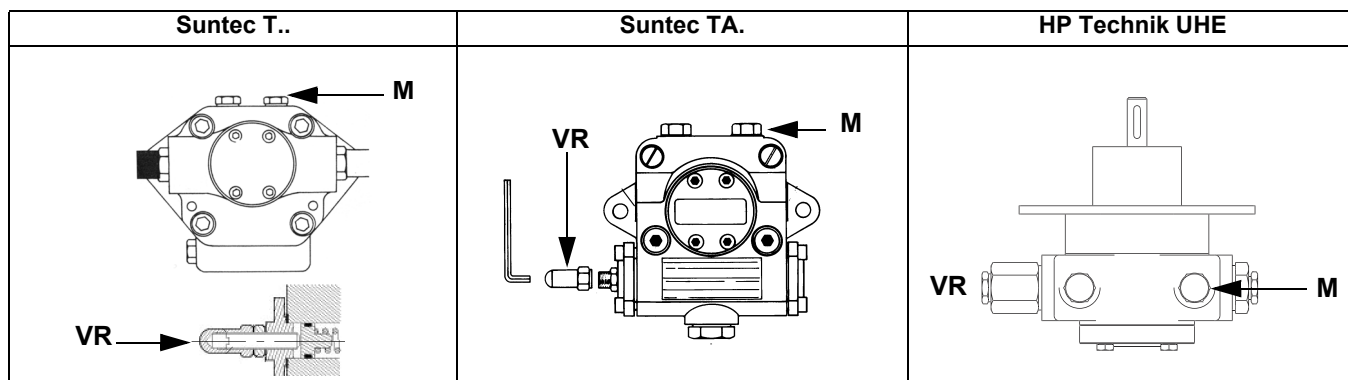
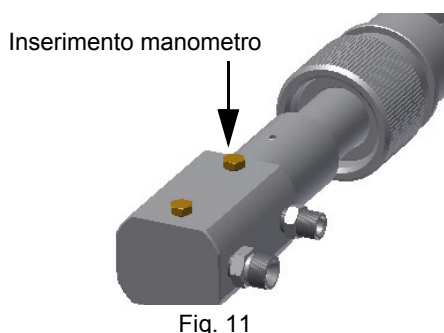

Fig. 10
Fig. 11
- 3 sfiatare l'aria dall'attacco (**M**) manometro della pompa (Fig. 10), allentando leggermente il tappo, senza toglierlo; quindi rilasciare il contattore.
- 5 Solo se necessario, regolare la pressione di alimentazione (vedi relativo paragrafo) nel modo seguente: inserire un manometro nella posizione indicata in Fig. 11 agire sulla vite di regolazione **VR** della pompa (vedi Fig. 10) fino ad ottenere una pressione all'ugello pari a 20 bar (ugelli Monarch o ugelli Bergonzo - vedere grafici a pag. 46);